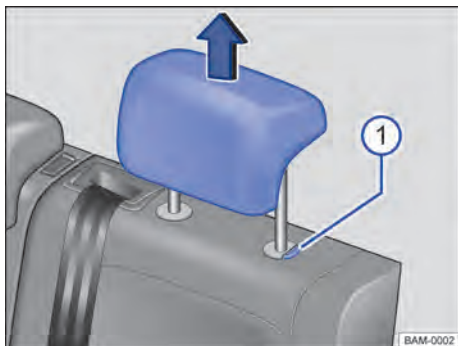

Fig. 73 Apoios para cabeça traseiros: desinstalar.
- Retirar o apoio para cabeça com o botão → Fig. 73 ① pressionado.
- Empurrar o apoio para cabeça para baixo com o botão → Fig. 73 ① pressionado.